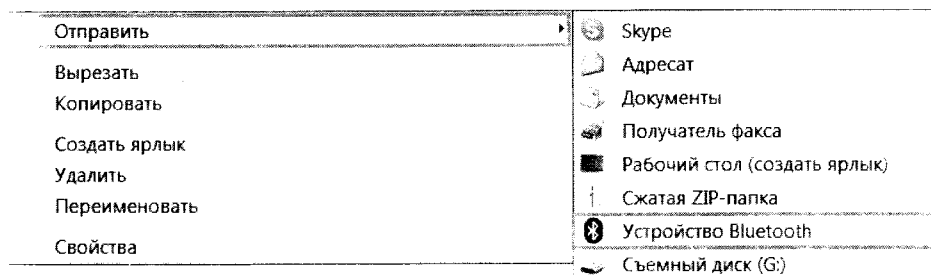

Рис. 250. Контекстное меню
3. Наведите указатель мыши на файл *NXTmobile.jad* и щелкните правой кнопкой мыши. Появится контекстное меню (рис. 250).